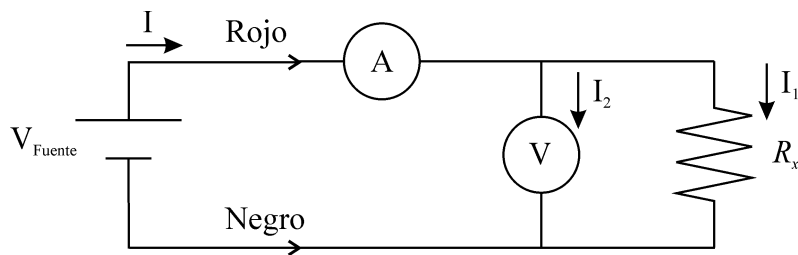

Figura 5.2: Montaje para la medición de la característica I/V de una resistencia.
La característica I/V de los dipolos se obtiene midiendo simultáneamente la caída de tensión en bornas del dipolo, y la corriente que circula por el mismo. Con instrumentos ideales, la lectura es inmediata, pues no se produce efecto de carga. En instrumentos reales, en cambio, sí se produce este efecto, como se pudo apreciar en el Apartado 5.4. Si se conoce este efecto de carga, se puede corregir. Para obtener las fórmulas correctoras analizamos teóricamente el circuito de la Figura 5.2.
**Ejercicio 5.7.** Se utilizará la fuente de alimentación para introducir un voltaje continuo a un circuito como el de la Figura 5.2 El multímetro se utilizará como amperímetro1 mientras que el osciloscopio con la sonda en posición x1 se empleará como voltímetro. Las resistencias que se medirán son  $R_1$ ,  $R_2$  y  $R_3$ .
Tabla 5.2: Parámetros medidos utilizando el osciloscopio y el multímetro en el circuito de la Figura 5.2.